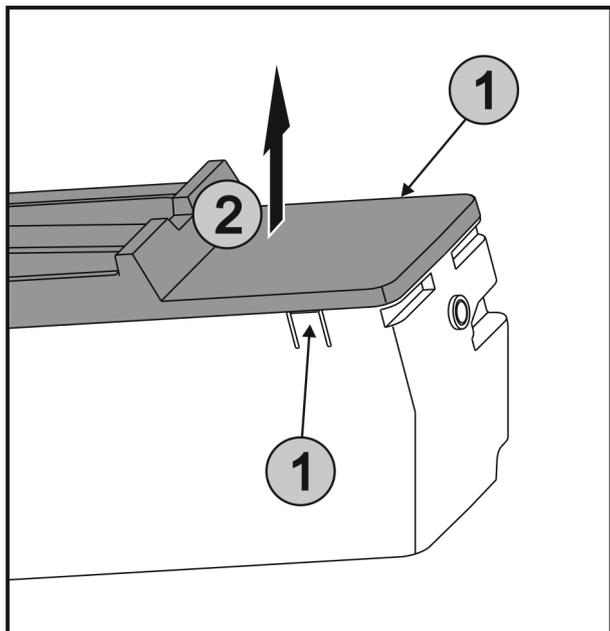

Fig. 51
- ▶ Súčasne stlačte spony Fig. 51 (1) na oboch stranách EasyTwist-Ice a odoberte kryt Fig. 51 (2) nahor.